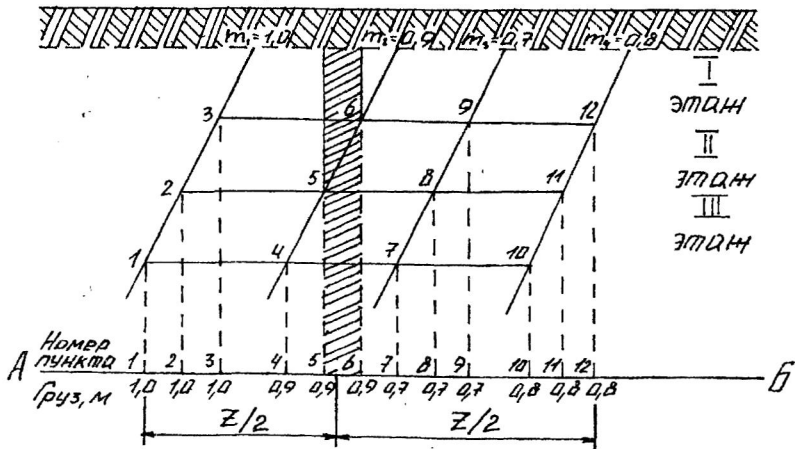

Рис. 7.1. К определению места заложения главного ствола
**Решение.** В масштабе вычерчиваем схему вскрытия шахтного поля (рис. 7.1), проводим параллельно квершлагам линию АБ, на которую проецируем все точки пересечения транспортных квершлагов с пластами. В полученных точках сосредоточены соответствующие грузы. Так как размеры шахтного поля, этажей и плотность угля одинаковы для всех пластов, то заменяем грузы (промышленные запасы угля в этаже по каждому пласту) пропорциональными им величинами – мощностями пластов. Затем на транспортном пути 1...12 отыскиваем графическим способом оптимальное место заложения главного ствола. Из рисунка видно, что полусумма грузов располагается между пунктами 5 и 6. Следовательно, место заложения ствола может находиться в любой точке этого участка.